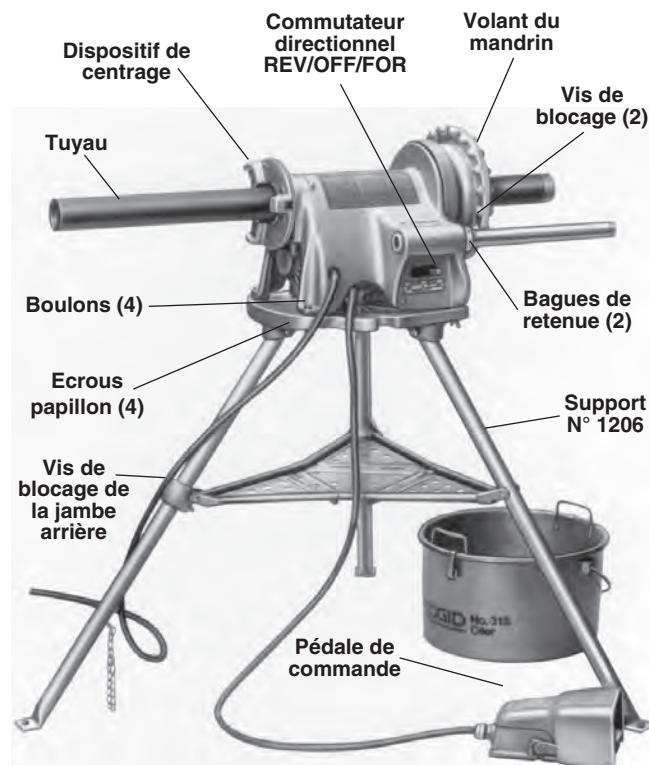

Figure 3 – Système d'entraînement N° 300 monté sur support N° 1206 avec dispositif de lubrification N° 418
- Repérez la vis de blocage du support de jambe de plateau qui se trouve sur la jambe arrière (Figure 3).
2. Montez le système d'entraînement sur le support à l'aide des boulons et écrous papillon prévus (Figure 3).
1. Assurez-vous que le système d'entraînement est débranché et que le commutateur directionnel est en position OFF (arrêt) (Figure 3).
4. Assurez-vous que la pédale de commande est en place et qu'elle est raccordée au système d'entraînement (Figure 3).
- Si nécessaire, remplissez le système de lubrification N° 418 d'huile de coupe RIDGID Thread Cutting Oil. Positionnez le système de lubrification sous l'avant du système d'entraînement (Figure 3).